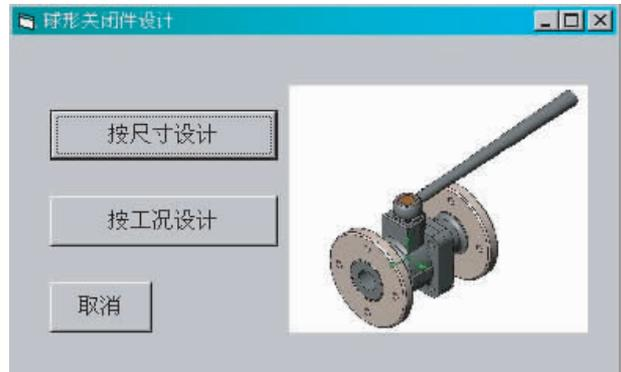

图 2 球形关闭件设计对话框
(1) 启动 VC++6.0; 在文件 (File) 菜单中选 New...; 选 Project, MFC AppWizard [exe], 给出路径 (Location) 和工程名 (Project name) “球阀”, 点击 OK; 选取 SolidWorks Add-InAppWizrd 的插件。
(2) 在该工程的路径目录文件夹下加进去五个文件: SldWorks.h SldWorks.cpp、sldworks_i.c Amapp.h swconst.h, 后三个文件可在 SolidWorks 的安装目录下找到, 并在菜单中选 Project/Add To Project/Files, 加入 SldWorks.h、SldWorks.cpp。在 #include “resource.h” 头文件中加入绘图驱动程序。
(3) 在工作区点 ResourceView, 在 Dialoge 中用右键的快捷菜单 (Insert Dialoge) 增加对话框, 用来输入球形关闭件的各个参数, 启动 SolidWorks 找到所生成的球阀.DLL 文件, 界面如图 2 所示。图 3, 4 分别按设计方法及思路进行不同方式的参数化建模, 这样的人机交互界面更为友好方便。